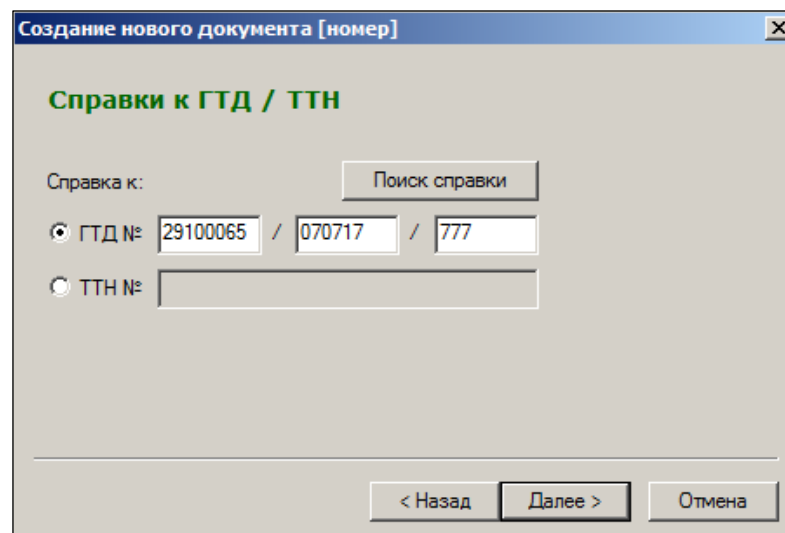

Рисунок 131 – Создание справки к ГТД/ТТН (3)
4. Определяется документ, к которому формируется справка (или к ГТД или к ТТН) и вводится его номер. Для ГТД (Рисунок 131) номер имеет следующий формат: